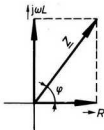

Bild 163a
- Komplexe Wechselstromwerte werden in der Komponentenform dargestellt (Bild 163a)